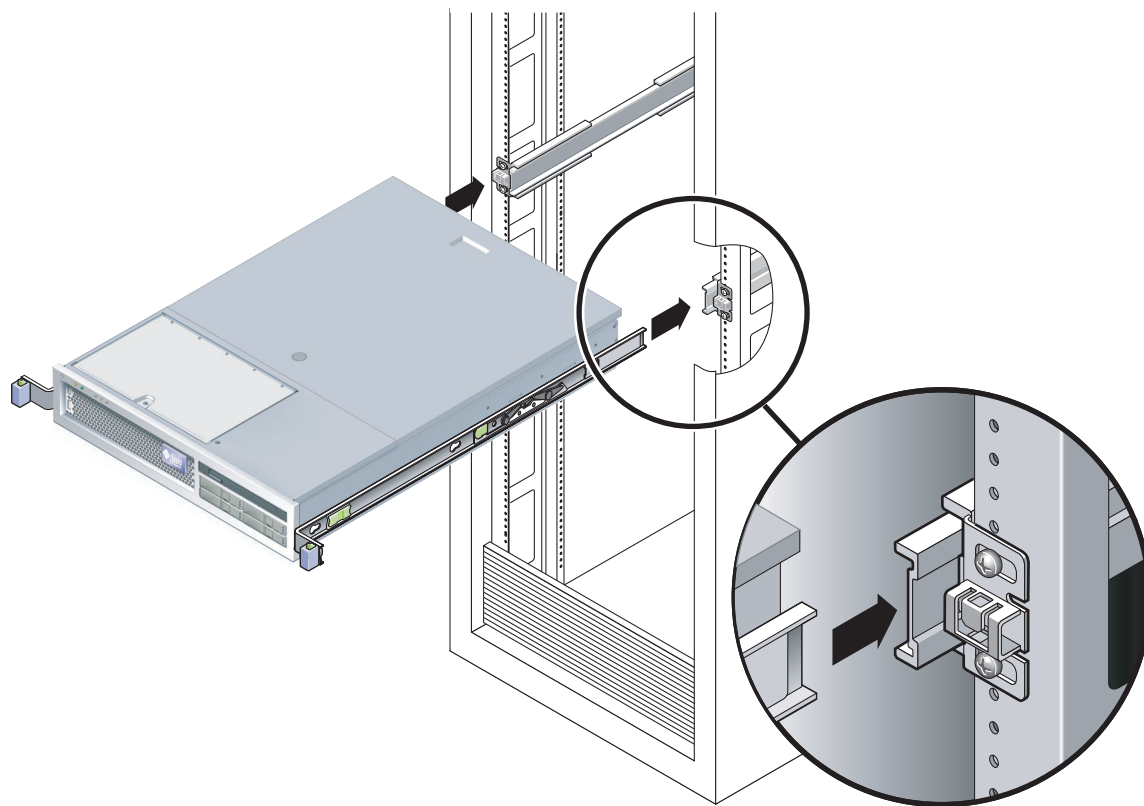

図 3-29 スライドレールへのシャーシの取り付け
10. 固定部品の端をスライドレールに挿入します (図 3-29)。